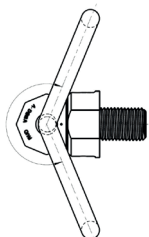

Fig. 1 :
- L'anneau d'un VWBG-V positionné manuellement peut être pivoté d'env. 230° (fig. 1).